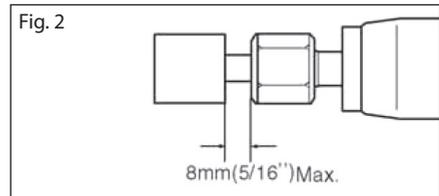

Fig. 2
B. O disco não deve ser montado com mais de 8mm de eixo entre o disco e a porca do mandril (fig. 2). Caso ultrapasse esta distância poderá causar excesso de vibração ou partir o eixo.